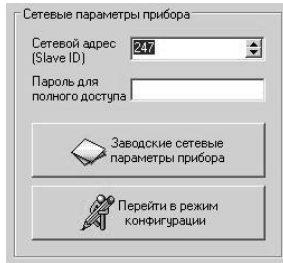

Рисунок 5
7.9 В разделе «Сетевые параметры прибора» (рисунок 5) запишите в строке «Сетевой адрес» сетевой адрес прибора, он может быть от 2 до 247 (по умолчанию 247).